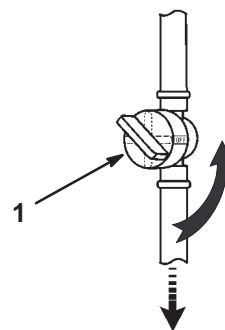

Figure 32
2. Fermez le robinet d'arrivée de carburant (Fig. 32).